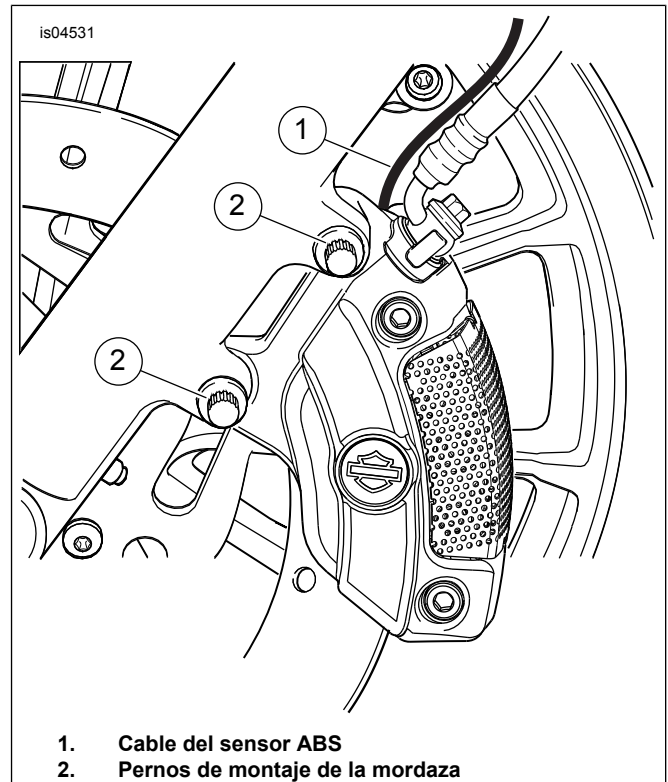

Figura 1. Mordaza y pernos de montaje
3. Vea la Figura 1. Gire los manillares completamente hacia la derecha. Desde el lado izquierdo siga el cable del sensor ABS (1) de la mordaza del freno al fuselaje y desconéctelo.